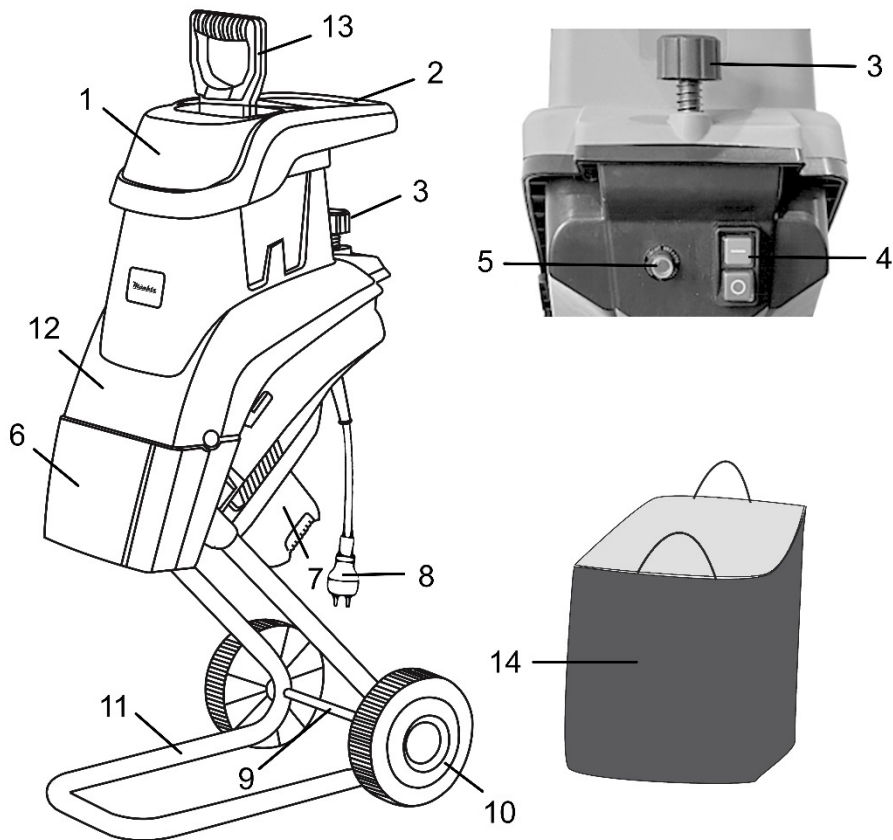

Рисунок 1
- встановіть металеву раму (11, рисунок 1) в відповідні отвори бункера належним чином і зафіксуйте її гвинтами з комплекту постачання;
- розташуйте зібрану конструкцію для зручності монтажу транспортувальних коліс (10, рисунок 1);
- змонтуйте колеса на осі (9, рисунок 1) згідно з рисунком 2 (надягніть на вісь першу шайбу, потім колесо та другу шайбу, затягніть гайку гайковим ключем, вставте ковпак у відповідне місце колеса);
- щоб увімкнути гілкоподрібнювач необхідно натиснути кнопку зеленого кольору з позначкою «I» головного вимикача (4, рисунок 1), щоб вимкнути – натиснути кнопку червоного кольору з позначкою «O». Якщо електродвигун не запускається, натисніть кнопку блокувального вимикача (захисту від перевантаження) (5, рисунок 1), при цьому переконайтеся, що силова вилка шнура електроживлення (8, рисунок 1) під'єднана до мережі;
- дочекайтесь поки електродвигун досягне максимальних обертів та дайте йому попрацювати без навантаження на холостому ходу кілька секунд, а потім почніть завантаження матеріалу для обробки в отвір завантажувального лотка (1, рисунок 1). Використовуйте гілкоподрібнювач виключно для подрібнення таких матеріалів:
- блокувальний вимикач (5, рисунок 1) активується в наступних випадках:
- відкрутіть фіксатор завантажувального лотка (3, рисунок 1) і зніміть сам лоток (1, рисунок 1);
- під'єднайте виріб до електромережі та натисніть кнопку блокувального вимикача (3, рисунок 1);
- натисніть зелену кнопку з символом «I» головного вимикача (4, рисунок 1).
- штовхач (13, рисунок 1) служить допоміжним засобом при наповненні бункера дрібним матеріалом (наприклад, дрібними гілками, листям та іншими садовими відходами);
- переконайтеся, що подрібнений матеріал вільно виходить з розвантажувального (викидного) жолоба (6, рисунок 1);